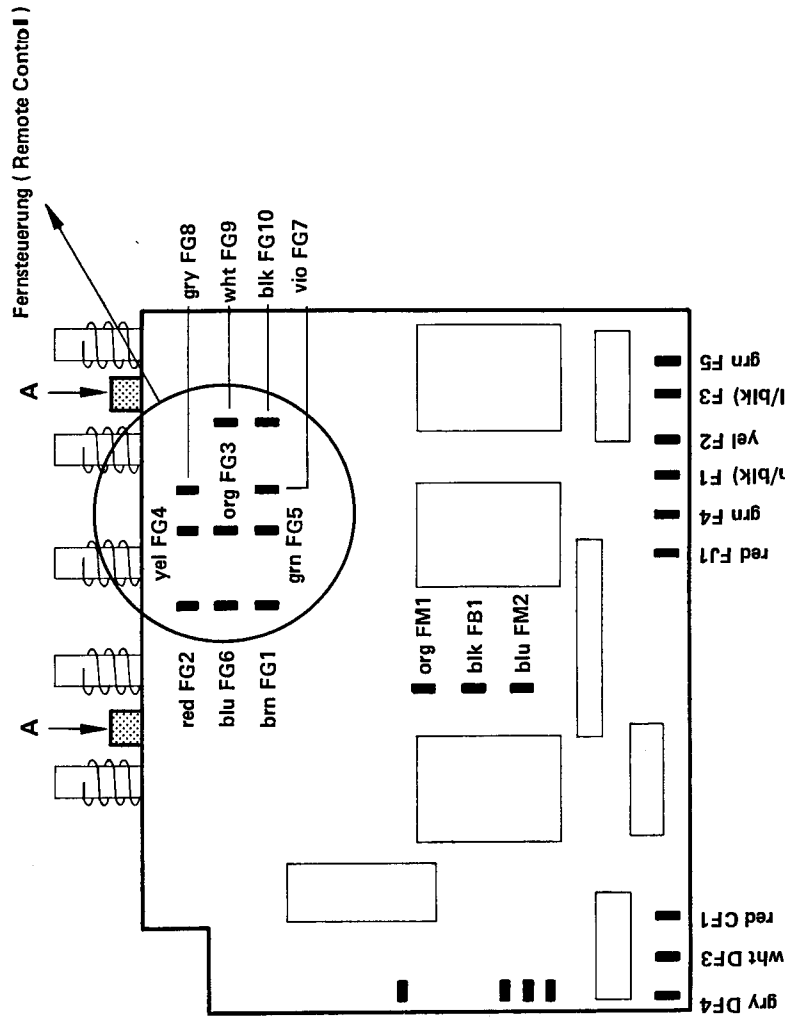

Bild 3.8.-11
- Schrauben A (Bild 3.8.-11) lösen. Mit dem Steuerprint nach unten ausfahren.